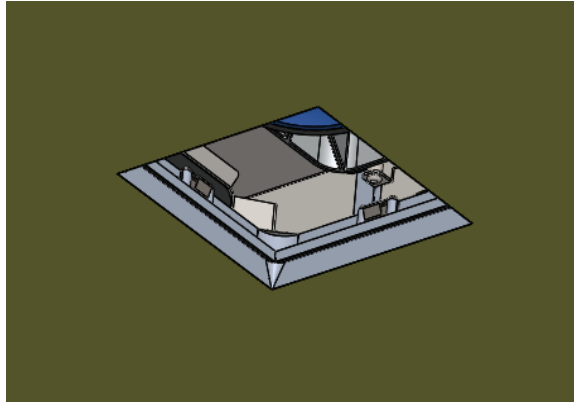

Fig. 15
2. Aplique una capa fina hasta el borde de la abertura utilizando un compuesto para juntas. Para obtener mejores resultados, utilice una llana integral para revestimiento de techos (consulte la Fig. 15).